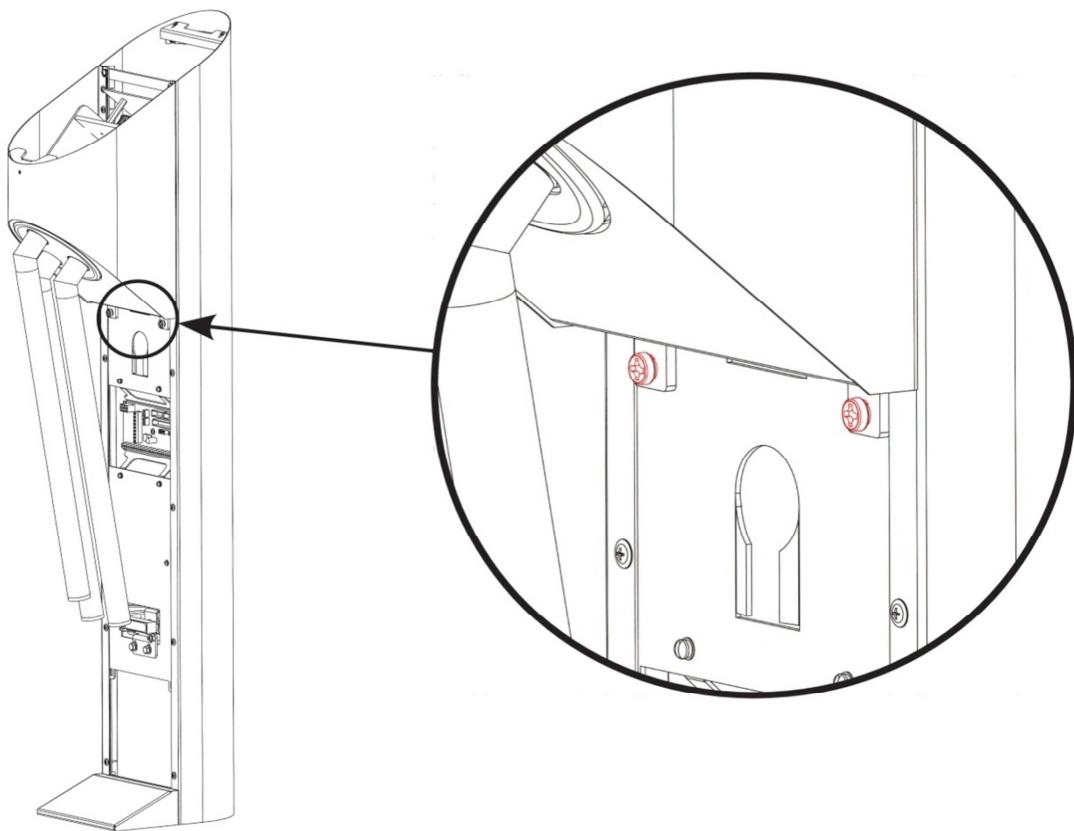

Рис. 8
- отверните 2 винта M6 DIN7985 (рис. 8);